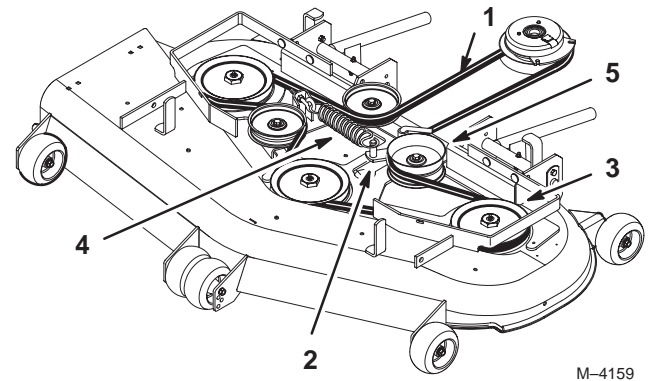

Figure 58
7. Remettez la poulie de tension en place et installez la courroie sur les autres poulies (Fig. 58).
4. Déposez la courroie. Commencez à la poulie extérieure et tournez la courroie pour la déposer (Fig. 58).